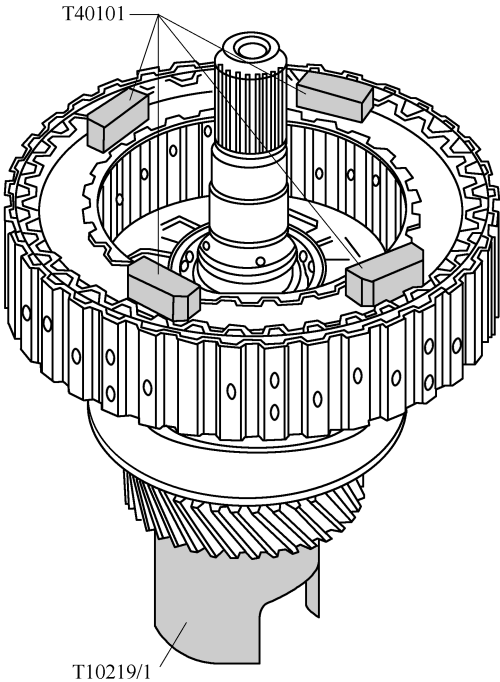

图 2-2-53 将 4 个量块 T40101 放在上面的调整摩擦片上
(6) 将 4 个量块 T40101 放在上面的调整摩擦片上, 如图 2-2-53 所示。